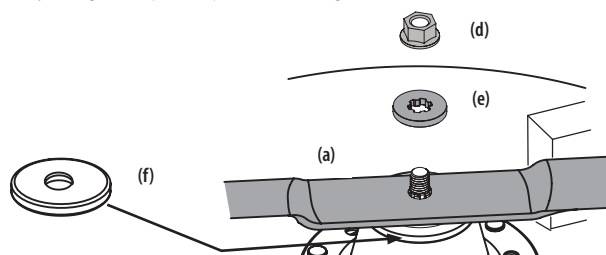

Figura 41
4. Quite la tuerca de seguridad con brida (d) y la arandela plana (e) sujetando la cuchilla (a) a la cortadora (a) y extraiga la cuchilla. Consulte la Figura 41.